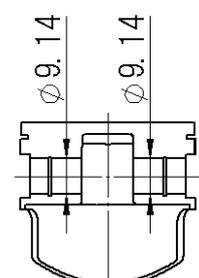

Fig. 11
- ⑧ピストンのピストンピン孔 (Fig. 11 参照) を内側キャリパゲージで測定し